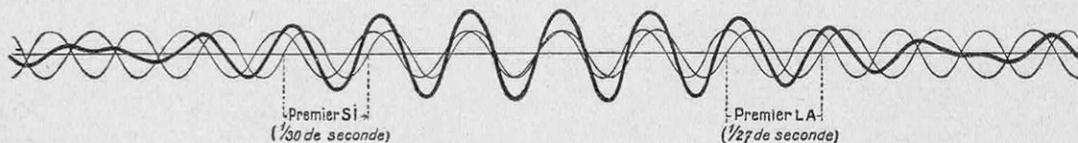

FIG. 9. — UN CHANGEUR DE FRÉQUENCE : LES BATTEMENTS
même temps (avec l'index et le médius de la main droite) sur le premier la et sur le premier si d'un piano. Nous percevons alors, en plus des sons des deux notes, des renforcements et des affaiblissements à raison de trois par seconde ; le roulement ainsi produit rappelle le bruit émis par une personne qui se gargarise (ra, ra, ra, ra...). La raison en est facile à comprendre, si l'on examine notre figure 9 : on y a dessiné, en traits fins, les deux sinusoïdes du la (27 cycles) et du si (30 cycles) ; à certains instants (au
Les rayonnements hertziens de très haute fréquence (ondes très courtes) présentent, néanmoins, l'inconvénient de mal s'amplifier ; on remédie à ce défaut par le montage superhétérodyne, qui repose sur le principe des battements (fig. 9) : pour transformer le *Petit Parisien* (880 kilocycles) en « Tour Eiffel » (114 kilocycles), il suffira de produire, au poste de réception même, des oscillations électroniques de 766 kilocycles ; la fréquence résultant sera (880 — 766) kilocycles, soit précisément celle qu'on désire (2).
(1) On obtiendrait la même courbe en maintenant la capacité constante et en faisant varier la self.
(2) Le montage hétérodyne (de deux mots grecs : différent et puissance) sert en radiotélégraphie et en électrophonie (voir « Vers une électrification de la musique », *La Science et la Vie*, n° 128) : si, de 880, on retranche 879, on obtient une fréquence musicale de 1.000 cycles. Le mot « superhétérodyne » indique que la fréquence résultante est *plus grande* qu'une fréquence musicale, puisqu'elle est de la haute fréquence.